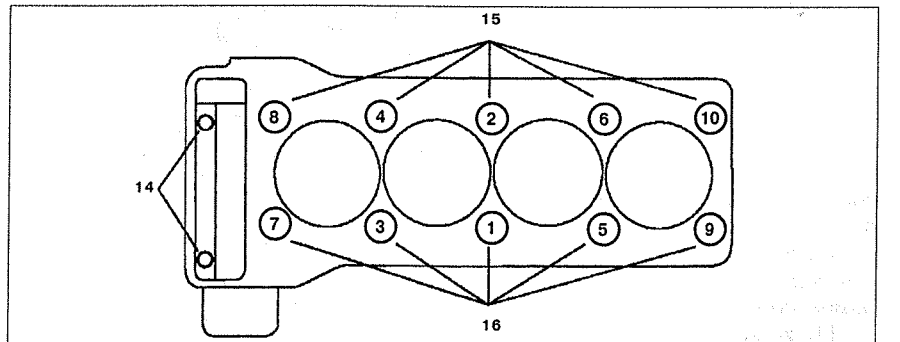

Рис. 5.27. Последовательность ослабления и затяжки болтов крепления головки блока цилиндров. 14. Болты M8x90, 15. Болты M12x102.
23. Ослабьте болты крепления головки блока цилиндров 26 в последовательности, указанной на рис. 5.27 и открутите их.
27. Смажьте резьбовые отверстия и поверхности прилегания головок болтов крепления головки блока цилиндров **26** и вставьте их. Затяните болты крепления головки блока цилиндров в порядке, указанном на рис. 5.27. Затяните болты **15** до 1-й стадии, болты **14** — полностью, затем болты **15** до 2-й стадии, проверьте болты **14**, и, при необходимости, дотяните их. Затяните болты **15** до 3-й стадии.